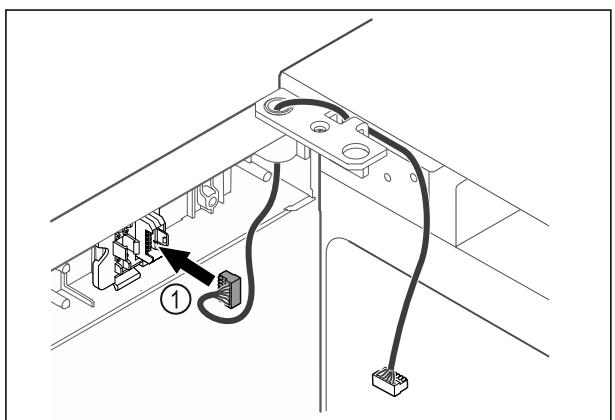

Fig. 59
- Вкарайте щекера Fig. 59 (1) в държача на щекера.